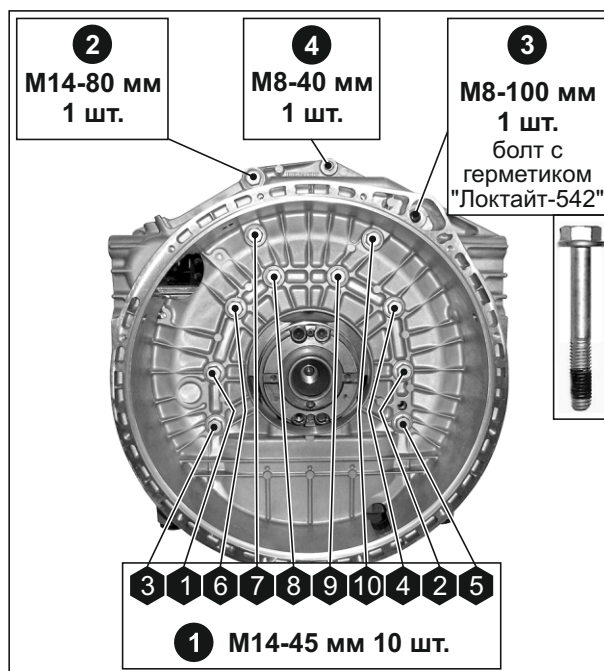

Рис. 102. Установка картера маховика.
2. Нанести герметик Локтайт-518 на торец блока под установку картера маховика (см. Рис. 102).